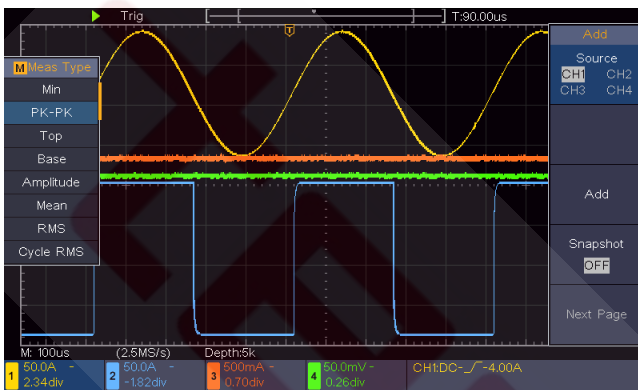

Рисунок 6.2. Осциллограммы при определении коэффициента усиления
- 7) Считайте значения размаха напряжения сигналов в каналах CH1 и CH2, показанные в левом нижнем углу дисплея (см. рисунок 6.2).